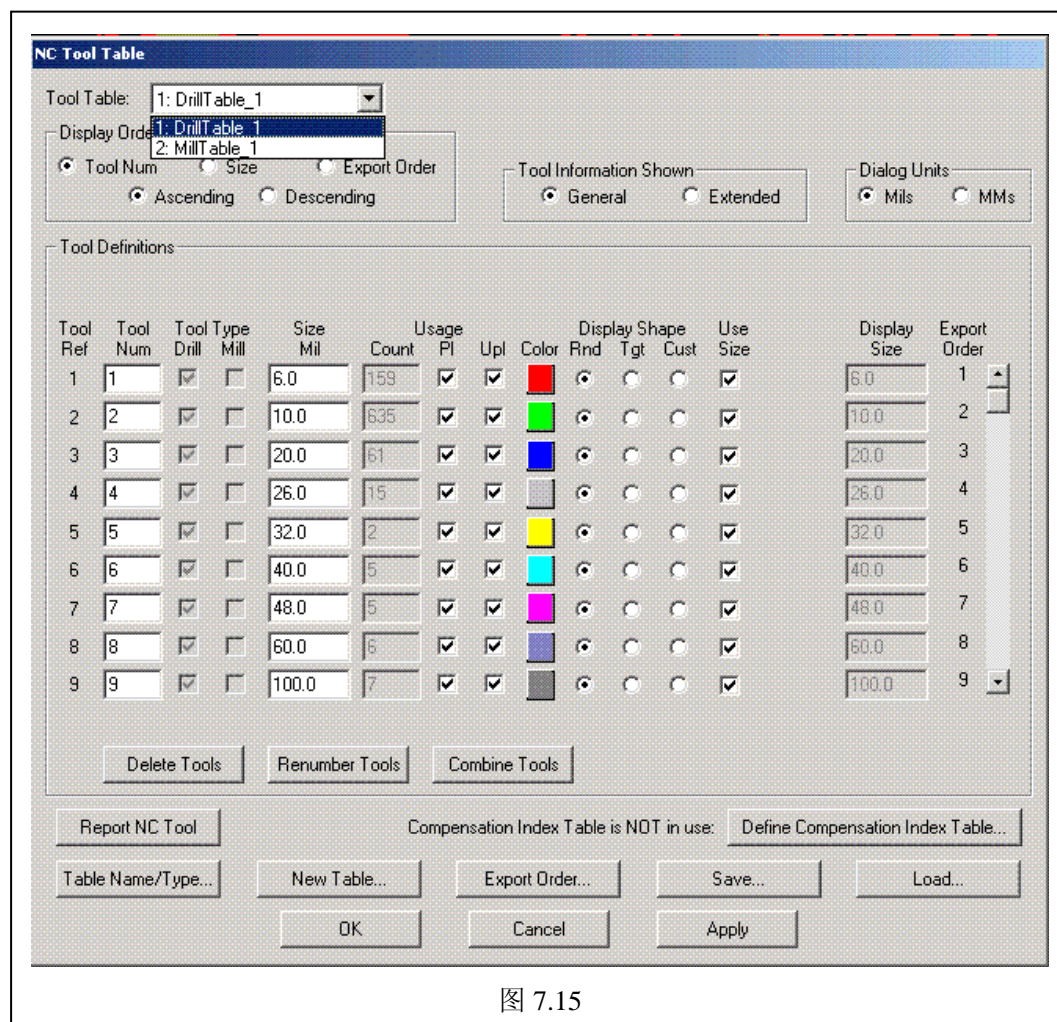

图 7.15
- 3) 钻孔和铣孔数量是否正确？调用 Tables\NC Tool Tables（见图 7.15），与 Allegro 生成的 NC Legend 表对比数量